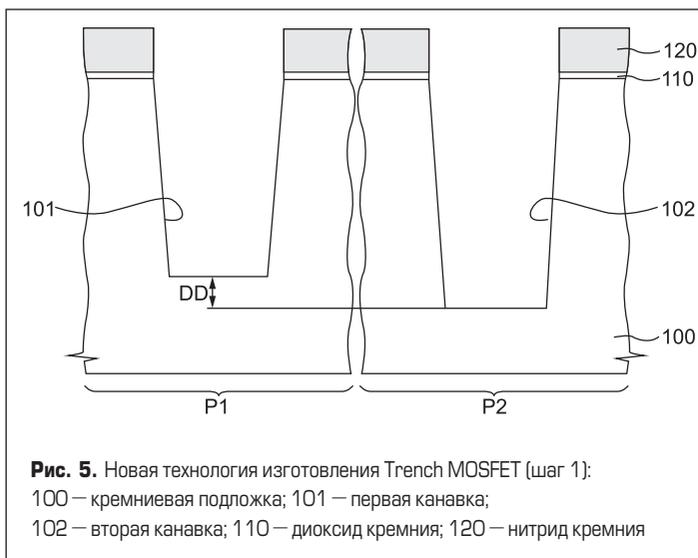

Рис. 5. Новая технология изготовления Trench MOSFET (шаг 1):
Чтобы решить поставленную задачу, можно было двигаться в двух принципиально разных направлениях. Можно было последовательно уменьшать разницу по глубине отдельных канавок, стремиться в идеале к нулевому значению. Даже на первый взгляд такое направление казалось малоперспективным. Слишком много внешних факторов влияло на вариации канавок по глубине. В другом направлении неидентичность канавок по глубине принималась как данность, с которой нет смысла бороться. Вопрос ставился так: «Как в разных по глубине канавках получить транзисторы с одинаковой длиной затвора?» В такой формулировке многофакторность задачи исчезает. Поэтому было решено двигаться в этом направлении. Основные стадии показаны на рис. 5–8.
На рис. 5 показаны канавки под будущие транзисторы, сформированные в двух различных местах кремниевой подложки (P1 и P2). Для получения канавок могут быть использованы разные методы, например анизотропное жидкостное травление. Нитрид кремния (120) при этом выполняет функцию маски. Канавки 101 и 102 отличаются по глубине на величину DD (depth difference). В отличие от традиционной технологии (рис. 3) канавки формируются еще до слабого легирования подложки примесями p- или n-типа (в зависимости от типа транзистора). Изменение последовательности было выбрано не случайно. Ведь именно операция слабого легирования кремниевой подложки была одной из причин образования транзисторов с разной длиной затвора.